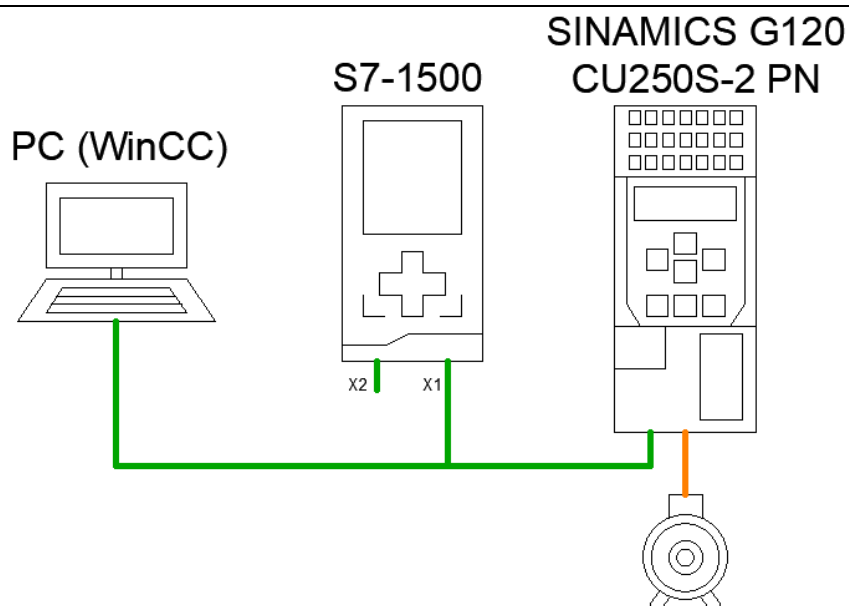

Figura 6: Conexión hardware Profinet.
1. Realizar la conexión de hardware de la red de comunicación Profinet entre el PLC S7-1500 y el Variador de Frecuencia G120 (ver Figura 6).
Nota: Para realizar la configuración de la IP del variador, el mismo debe estar conectado a la red Profinet (ver Figura 6).